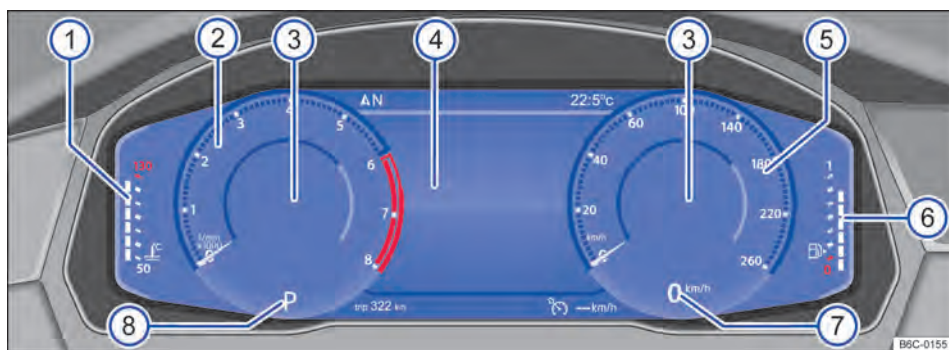

Fig. 10 Active Info Display en el tablero de instrumentos (variante 1).
Dependiendo de la versión de la radio y del perfil de información seleccionado, el Active Info Display muestra información adicional en el centro de instrumentos redondos → fig. 10 ③.